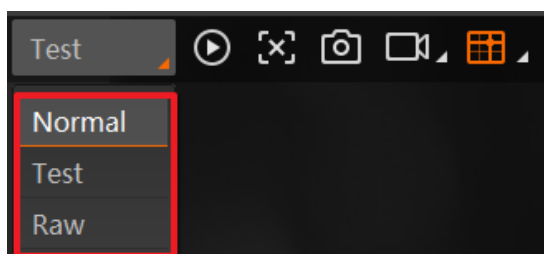

图7-4 调节运行模式
- 读码器通过“预览窗口”区域左上角，选择运行模式为 Test，如图 7-4 所示。